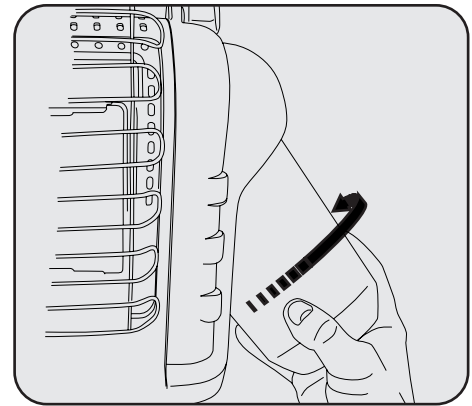

Figura 3
2. Tornillo 1 libra. cilindro de suministro de gas de LP disponible dextrósum (de fondo) en calentador portátil hasta de mano apretado. Ver la Figura 3. No use el sellador de hilo en esta union.